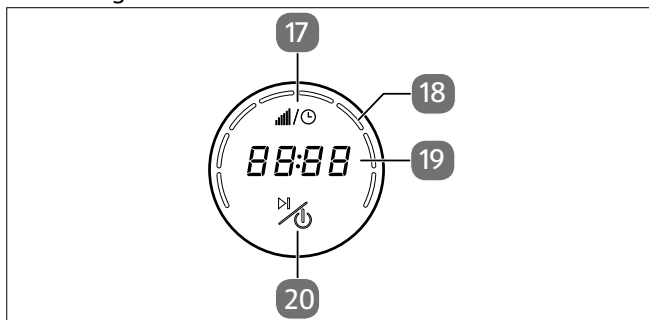

Fig. 4 – Éléments de commande/panneau d'affichage
3. Bouton de réglage de la vitesse (rotation)/éléments de commande/panneau d'affichage (voir Fig. 4)